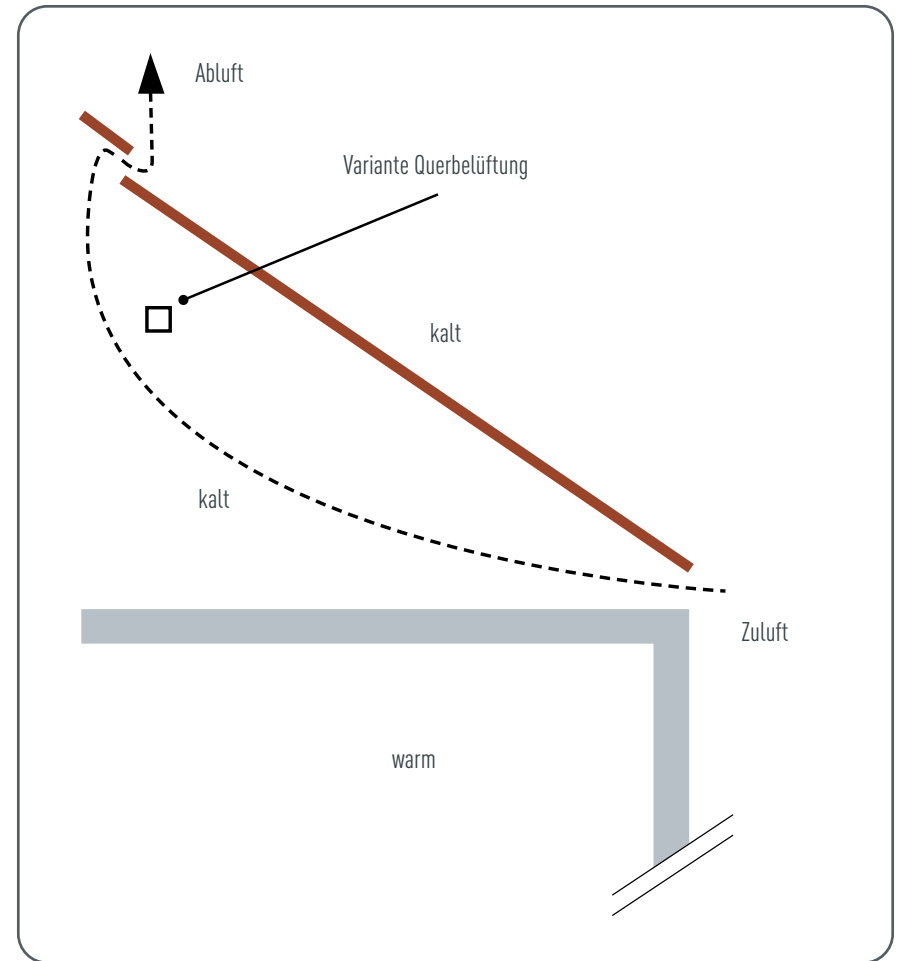

Abbildung 2 - Einschaliger Dachaufbau
Besonders geeignet bei ausgebauten Dachgeschossen, da die zirkulierende Luft sich sowohl im Sommer als auch im Winter positiv auf das Raumklima auswirkt. Es kann aber auch der ganze Dachbodenraum durchlüftet sein (siehe Abbildung 2).
1.2 DACHBODENRAUM WIRD NICHT FÜR WOHNZWECKE GENUTZT (ABBILDUNG 2)